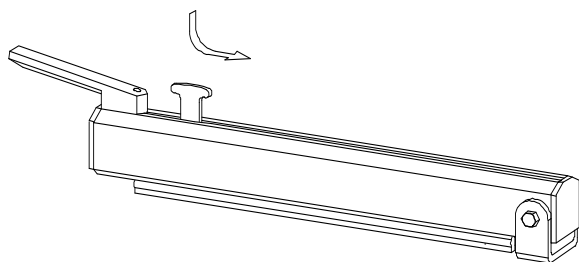

Fig.1
3. Folie można obciąć. W tym celu należy wcisnąć czerwony uchwyt noża i przejechać nim wzdłuż ramienia, w czasie, gdy ramię urządzenia jest opuszczone (Rys. 1).
3. Обрезание пленки производится нажатием на красный держатель ножа с последующим его перемещением вдоль рычага, находящегося в нажатом положении (рис. 1).